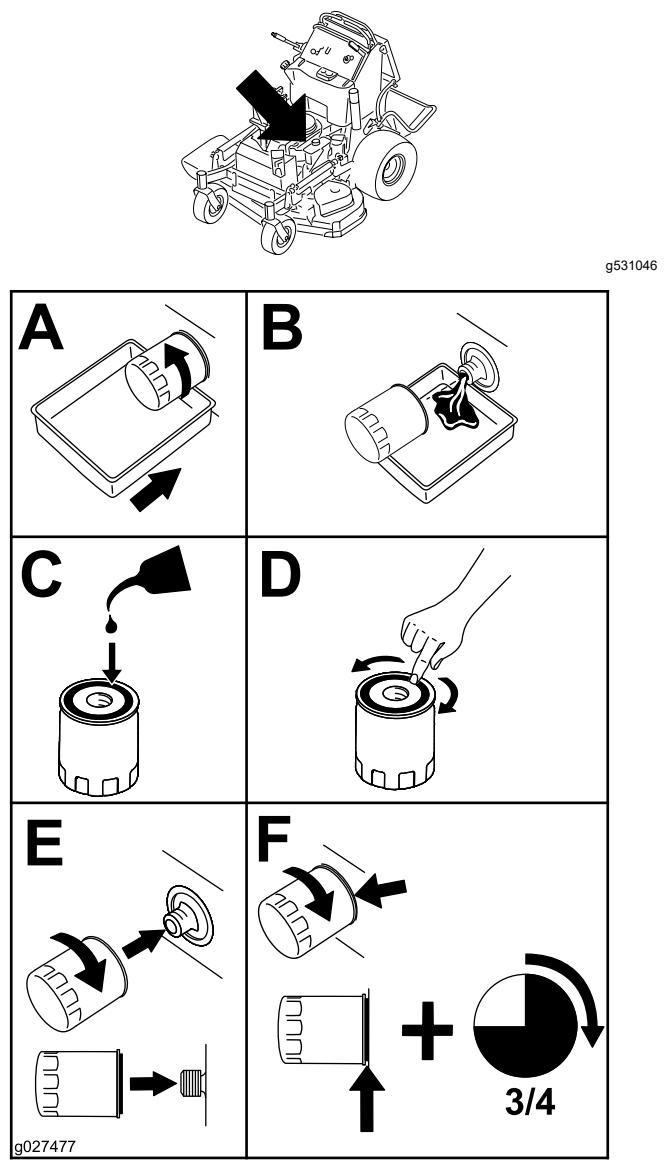

Figura 44
2. Cambiate il filtro dell'olio del motore (Figura 44).